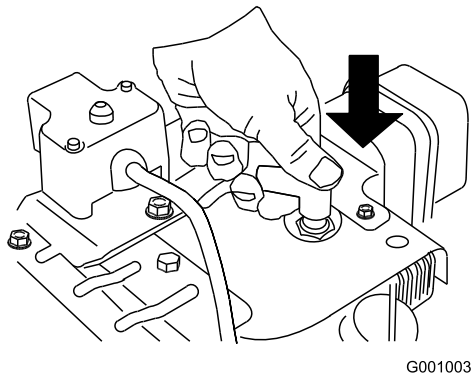

Figure 21
1. Branchez la bougie (Figure 21).